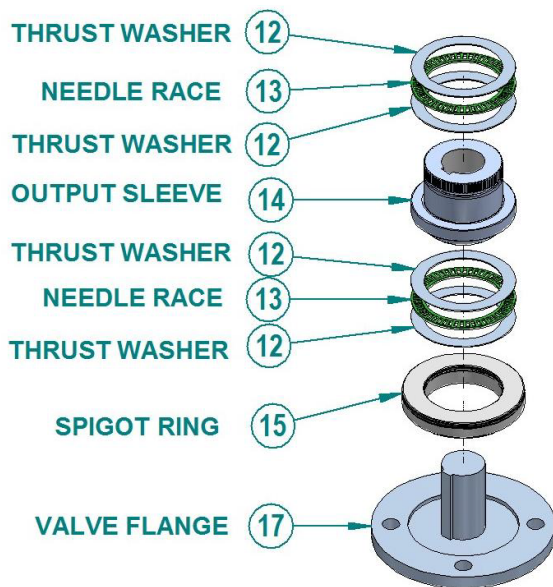

Bild 10: Zusammenbau der Ventilstange
Es wird empfohlen, dass zuerst die bearbeitete Ausgangsbuchsenheit auf die Ventilstange/den Ventilschaft montiert und dann die Stellantrieb-Getriebekombination auf die Ausgangsbuchsenheit herunter gelassen wird (Siehe Bild 10 und 11 für Einzelheiten des Zusammenbaus).
1. Stecken Sie die bearbeitete Ausgangsbuchse (14), die Axiallager (12 und 13) und den Grundplatten-Arretierungsring (15) auf den Ventilschaft wie in Bild 10. Die Lager sollten mit geeignetem Schmierfett eingefettet werden. Fetten Sie die Ausgangsbuchse und den Ventilschaft/die Ventilstange ein. Beachten Sie bitte, dass der Arretierungsring eine innere und äußere Dichtung hat, die ebenfalls eingefettet werden sollte. Schauen Sie Schritt 2 um weitere Anweisungen zu erhalten.
3. Bei Ventilen mit Passfeder-Schaft (nicht-steigend wie in Bild 10 und 11), richten Sie die Befestigungslöcher der Grundplatte aus und befestigen Sie das Getriebe mit Schrauben oder Stiften mit einer Mindestfestigkeit von 800 N/mm². Bei Ventilen mit Gewindenschaft (steigend), drehen Sie das Handrad bis die Getriebeeinheit ganz auf den Ventilflansch hinunter gedreht ist Drehen Sie weiter, um das Ventil teilweise zu öffnen. Richten Sie die Befestigungslöcher aus und befestigen Sie das Getriebe mit Schrauben oder Stiften mit einer Mindestfestigkeit von 800 N/mm². Ziehen Sie die Befestigungen auf dem Ventilflansch mit dem erforderlichen Drehmoment fest. Siehe Kapitel 9.1, Seite 12.